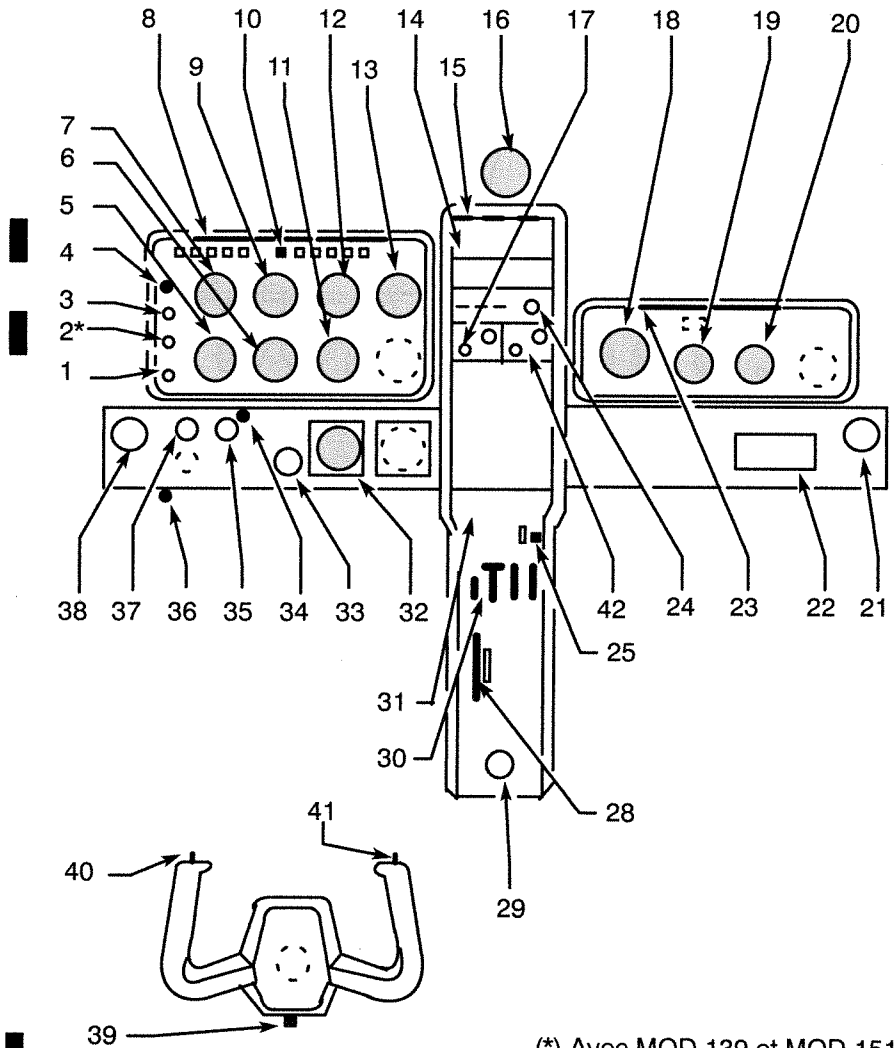

Figure 9.2.3A - EXEMPLE DE PLANCHE DE BORD " VFR " VERSION KING
- Plafonniers avant commandés et modulés par le rhéostat "secours". Voir Figure 9.2.3A.